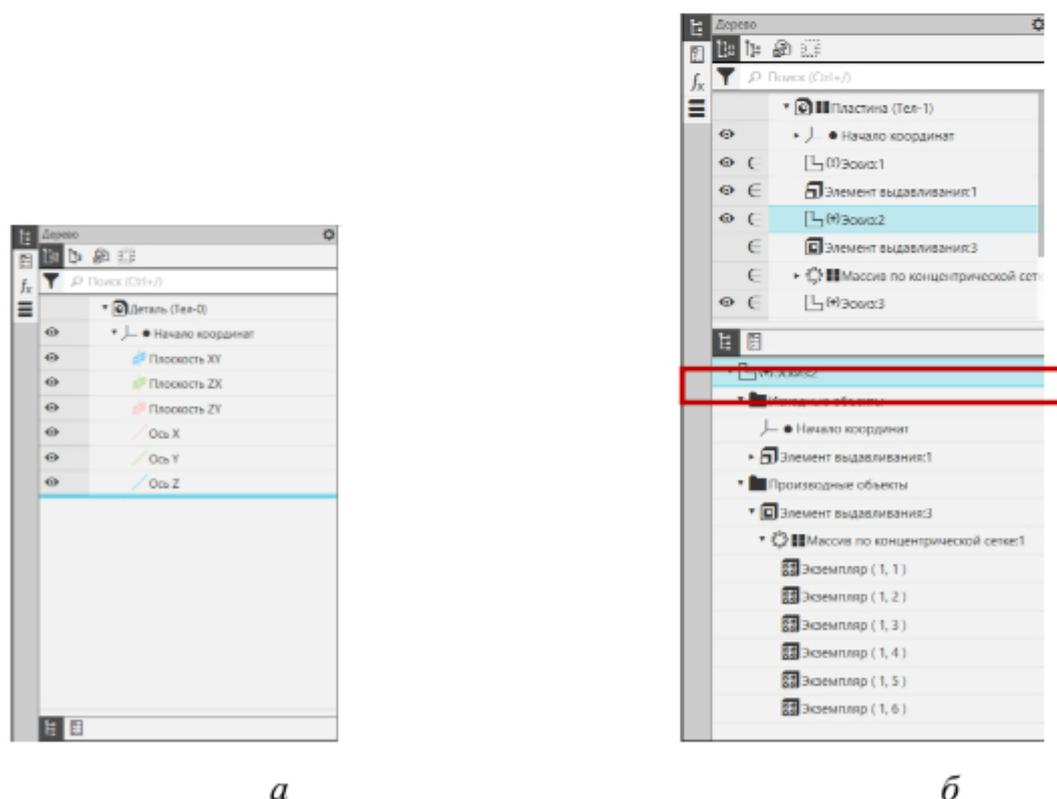

Рис. 6 Дерево документа: *a* – исходное состояние, *б* – история построений
Дерево документа отображает состав компонентов, используемых для построения модели, последовательность построения и связи между объектами модели. Доступно редактировать элементы построения и оформления документа; скрывать и исключать элементы из построения и оформления документа; перемещать элементы по дереву построения. При перемещении операций учитывается их иерархия. Операцию невозможно переместить выше исходного или ниже производного объекта в Дереве документа (рис. 6).
**История построения** – отображение Дерева построения модели в виде списка объектов в порядке их создания (см. рис. 6, б);
В нижней части Панели Дерева располагаются кнопки переключения содержимого этой части панели (см. рис. 6, б):
Отношения – отображение отношений, в которых участвует выделенный объект (см. рис. 6, б). В двух разделах, подчиненных рассматриваемому элементу, в виде структурированных списков отображаются элементы, входящие в иерархию этого элемента. В разделе **Исходные объекты** показан список исходных объектов, в разделе **Производные объекты** – производных. Названия объектов в окне отношений совпадают с их названиями в Дереве построения. На рис. 6, б – Эскиз 2.